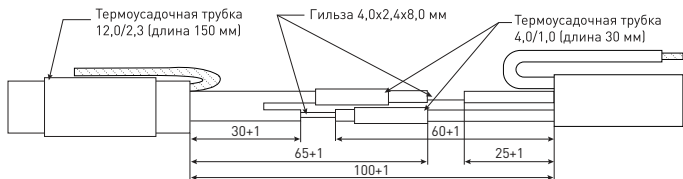

Рис. 6 - Соединение жил кабеля и провода
5.6.3 Вставить в гильзу 4,0x2,4x8,0мм изолированные токопроводящие жилы кабеля и провода и обжать гильзу по всей длине с помощью ручного кримпера — см. рисунок 6. Повторить операцию для другой пары жил.